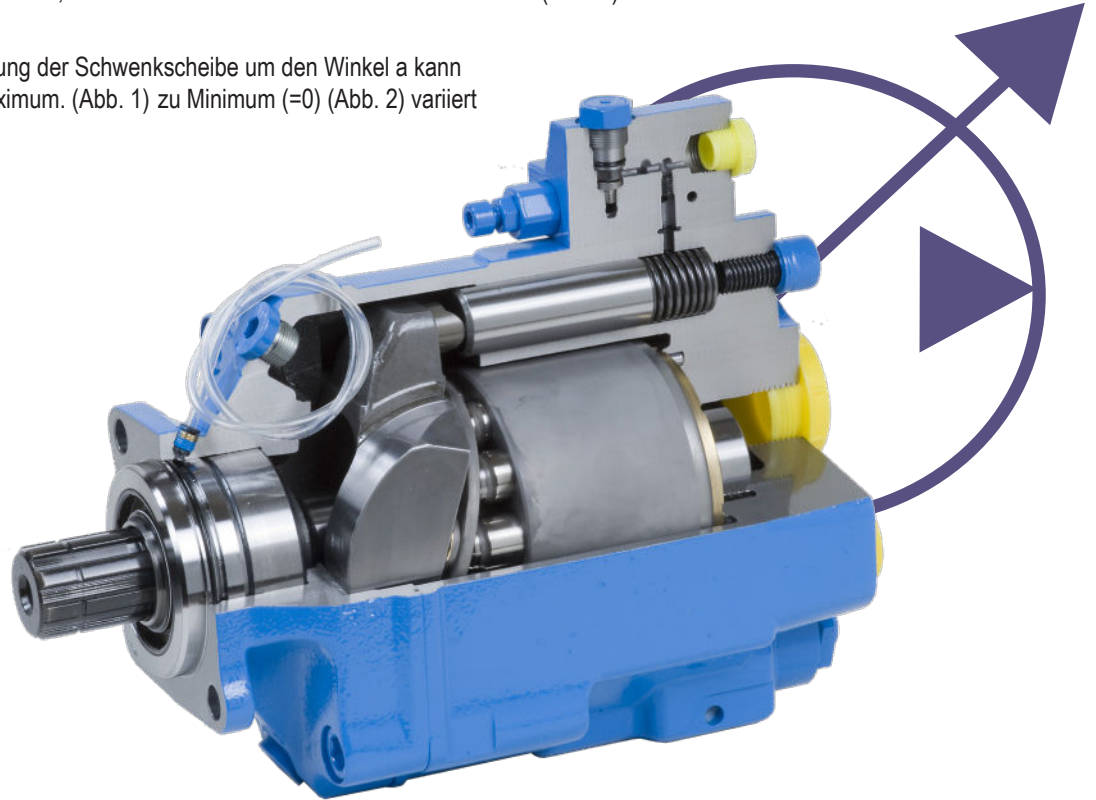

Abb.1 - Maximaler Förderstrom
Um das Fördervolumen zu ändern, wird der Winkel  $\alpha$  der Schwenskeibe verstellt (Abb. 1).
- ▶ Durch Änderung der Anstellung der Schwenskeibe um den Winkel  $\alpha$  kann das Fördervolumen von Maximum. (Abb. 1) zu Minimum (=0) (Abb. 2) variiert werden.